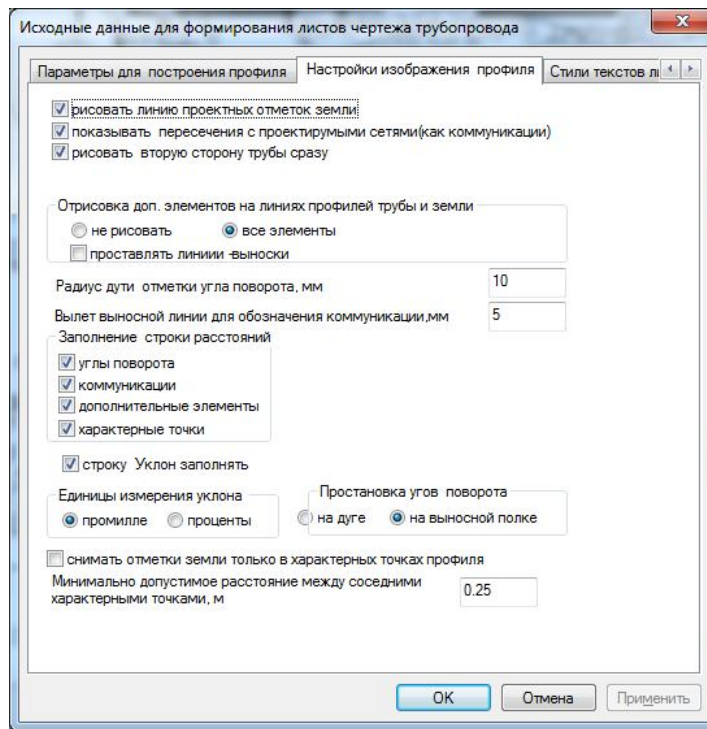

Рис.47
- **настройки для изображения профиля** (рис.47);
Поле **Отметка земли проектная** принимается по умолчанию равной фактической. Это поле будет доступным для редактирования, если в настройках изображения профиля включена опция **рисовать линию проектных отметок земли** (см. раздел 23, рис.47).